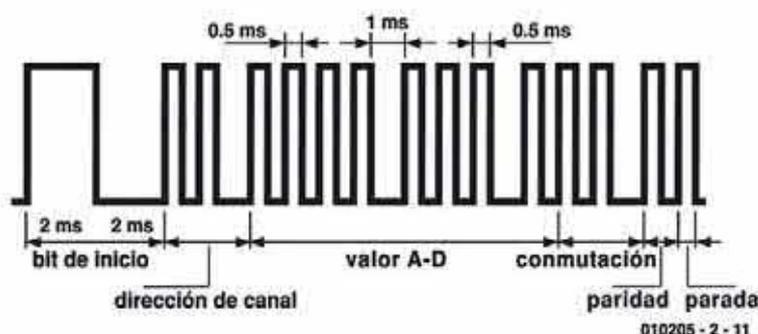

Figura 1. Protocolo del mensaje.
Al igual que sucede con cualquier sistema de comunicación, en nuestro proyecto también es necesario decidir el formato de mensaje más adecuado para transmitir la información. Este sistema no necesita cumplir con ningún estándar de comunicación existente, de manera que somos libres de diseñar nuestro propio formato. Los principales objetivos a la hora de diseñar el formato son los de permitir una alta velocidad de transmisión de datos, junto con una buena seguridad de dicha transmisión y una adecuada detección de errores. También se debe tener en cuenta las especificaciones de los transmisores y de los receptores, de manera que se asegure, por ejemplo, que no vamos a sobrepasar la velocidad máxima de reloj o el ancho de banda del canal. Con estas limitaciones en mente, utilizaremos un protocolo de mensajes (ver **Figura 1**) adecuado para la transmisión de información utilizando rayos infrarrojos (IR) o señales de radiofrecuencia (RF).